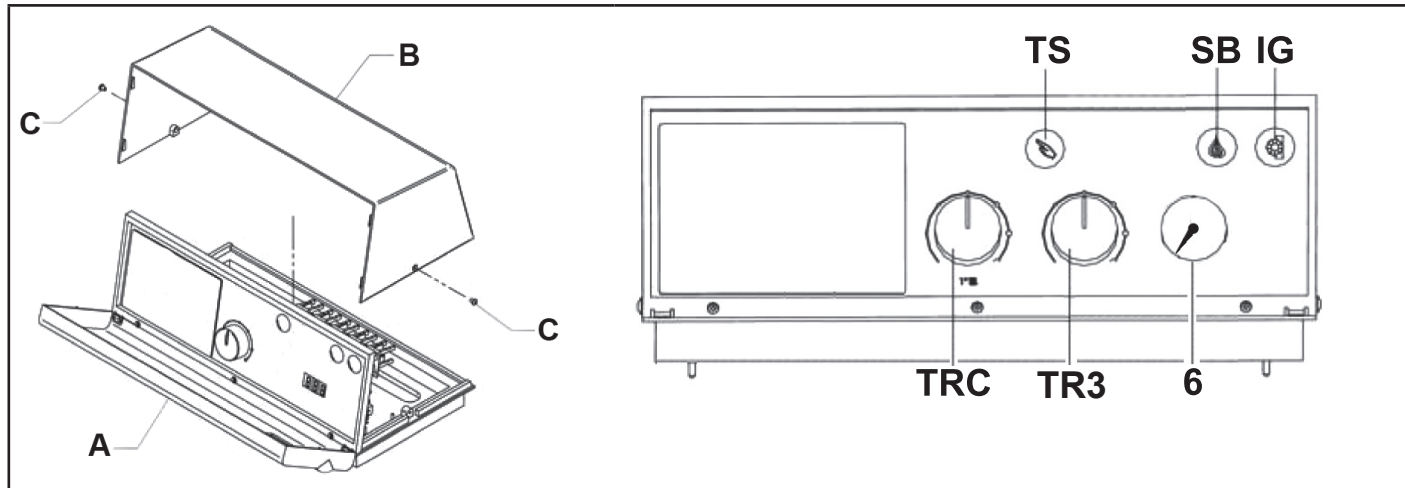

fig. 1
I cavi di alimentazione e collegamento al bruciatore devono avere il conduttore a terra con alcuni millimetri in più di distanza rispetto agli altri conduttori dello stesso cavo. Per i collegamenti tra bruciatore, pannello elettrico e alimentazione elettrica, si raccomanda l'uso del cavo H07 RN-F per i collegamenti con l'impianto a vista. Per altri tipi di impianto o per contesti ambientali speciali, si raccomanda di consultare le normative vigenti. La formazione e il diametro dei conduttori vengono calcolati in base alla potenza assorbita dal bruciatore. Per accedere agli strumenti ("fig. 1"), girare il pannello frontale (A). Per accedere ai terminali di collegamento e per estendere i tubi capillari dei termostati e del termometro, rimuovere prima il pannello superiore (B), quindi rimuovere le 2 viti laterali (C). Il termostato di regolazione (TRC) può essere regolato dall'utente tramite la manopola anteriore. Il termostato di sicurezza è a regolazione fissa ed è dotato della funzione di ripristino manuale.